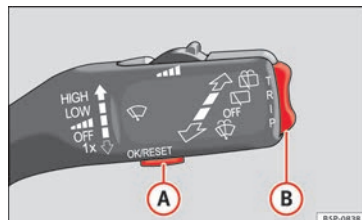
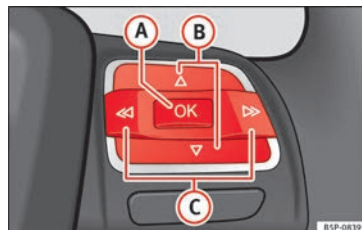

Fig. 36 Palanca del limpiacristales: teclas de control.
Fig. 37 Mandos en el volante: teclas de control.
- Para acceder al menú “Configuración”, pulse la tecla **C** » fig. 37 hasta que lo visualice en la pantalla. Ya está dentro de este menú.
- Para cambiar de una memoria a otra, pulse brevemente la tecla **(A)** » **fig. 36** » **pág. 54** de la palanca del limpiacristales o la tecla **(OK)** del volante multifunción » **fig. 37** » **pág. 54** con el encendido conectado.
En el indicador multifunción puede consultar los siguientes datos accionando la tecla basculante **(B)** » **fig. 36** » **pág. 54** de la palanca del limpiacristales o pulsando la tecla **(A)** o **(V)** » **fig. 37** del volante multifunción*: